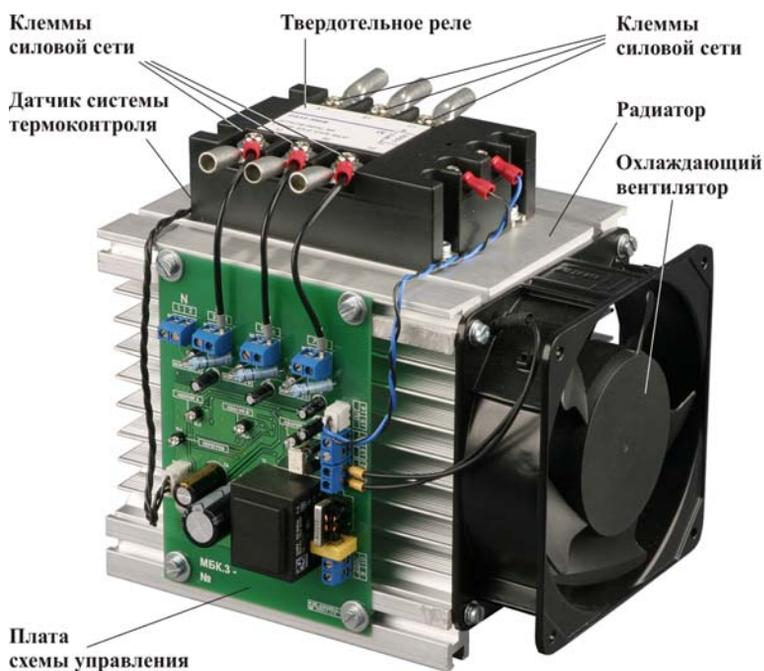

Рис. 1
3.1. Модуль (рис. 1) представляет собой тиристорное твердотельное реле, установленное на алюминиевом радиаторе с применением теплопроводящей пасты КПТ-8. Твердотельное реле представляет собой бесконтактное тиристорное (симисторное) устройство коммутации мощной трехфазной нагрузки, управляемое постоянным напряжением. Коммутация нагрузки происходит в момент перехода сетевого напряжения через «ноль». Рядом с реле на верхней части радиатора установлен датчик системы термоконтроля (на рисунке показано место расположения датчика). На боковой стороне радиатора установлена печатная плата, содержащая схемы управления, термоконтроля, системы защиты и сигнализации. На торцевой части радиатора установлен охлаждающий вентилятор.